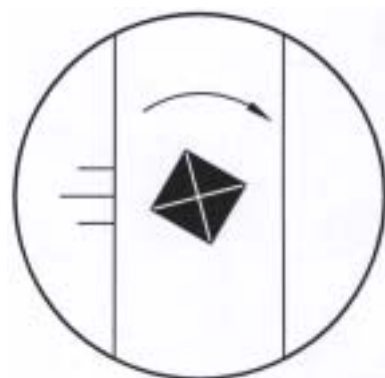

图 6-11 不正确的像
5. 如果观察到的像不正确（如图 6-11），则应该松开螺钉，微微转动压头，再重复 2~4 步骤，直至观察到正确的像。